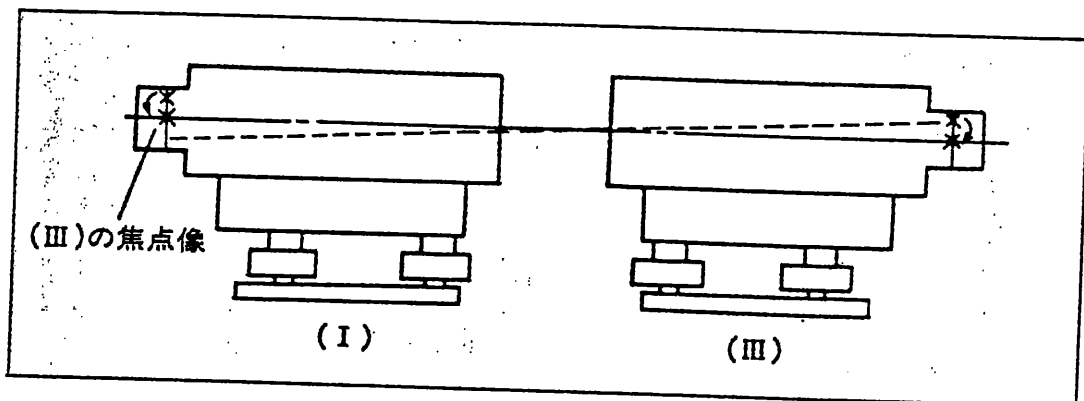

図18
- ③ レベル(I)と(III)を使って焦点板十字線の上下の差を読み、レベル(I)の焦点板十字線で半分、レベル(III)の焦点板十字線で半分の調整を行います。(図18)